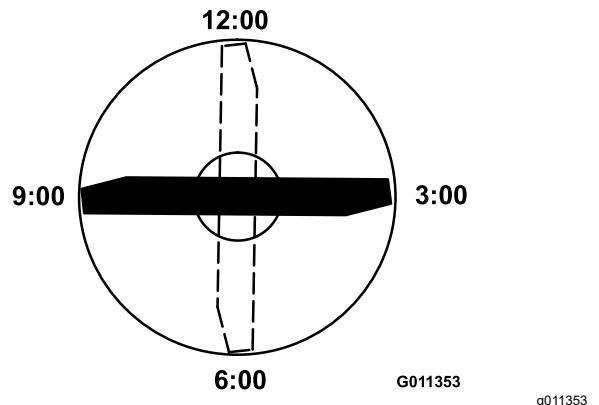

Figura 89
4. Coloque el filo de corte del extremo marcado de la cuchilla en la posición de las 12 (hacia adelante, en el sentido de la siega) (Figura 89) y mida la altura desde la mesa hasta el filo de corte de la cuchilla.
5. Gire el extremo marcado de la cuchilla a las posiciones de las 3 y de las 9 (Figura 89) y mida las alturas.